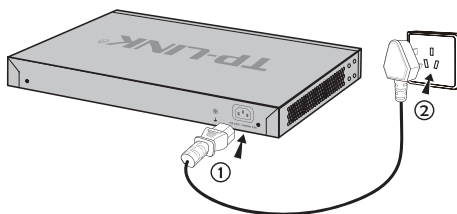

图3-5 电源线连接示意图
2. 交换机原装电源线连接交换机与电源插座，如图3-5所示。